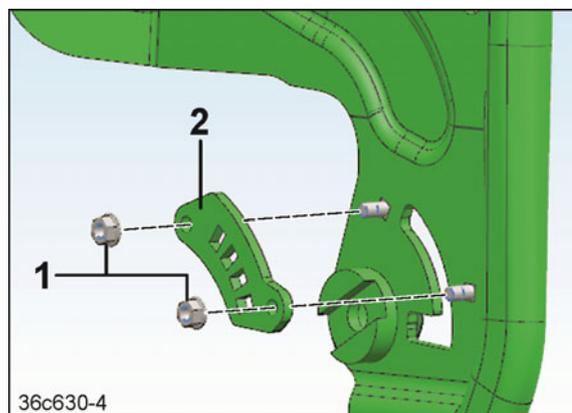

Рис. 309
4. Отверните 2 контргайки М8 (Рис. 309/1)
5. Замените растр (Рис. 309/2).
6. Насадите и плотно затяните 2 контргайки М 8 (Рис. 309/1).